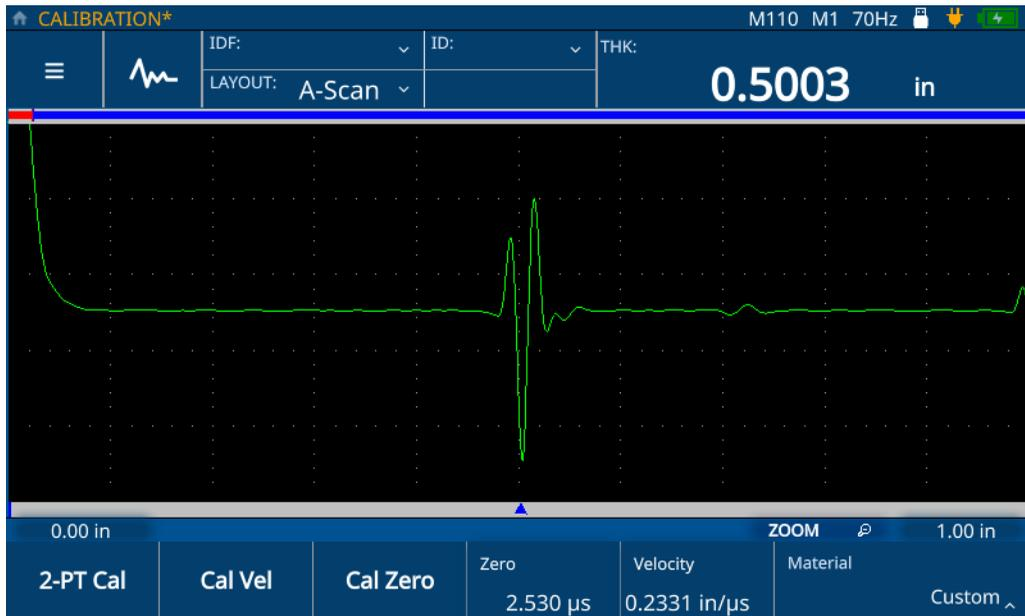

Abbildung 5-4 Beenden der Schallgeschwindigkeitsjustierung
6. Wählen Sie das **Häkchen**-Symbol, um den Wert zu speichern und die Justierung abzuschließen (siehe Abbildung 5-4 auf Seite 49).